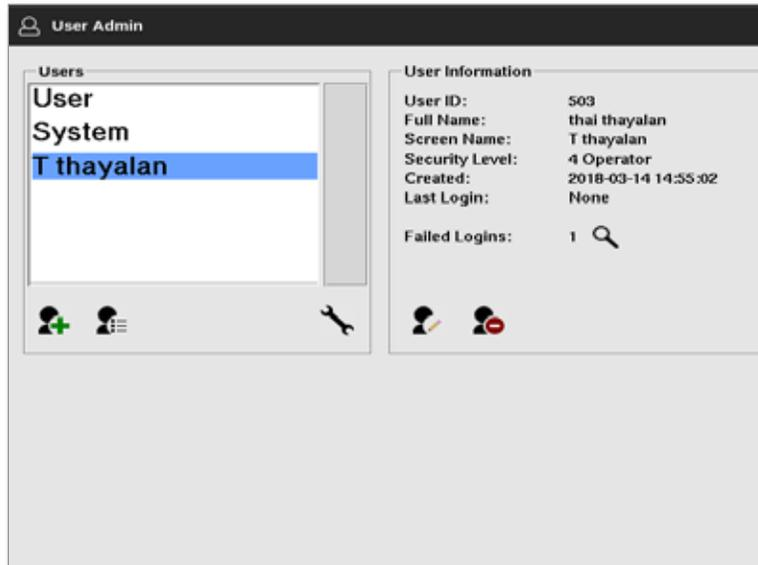

Figura 7-3 Schermata User Admin (Amministratore utente) - dettagli utente
Scegliere il nome utente. Vedere la Figura 7-3.
1. Scegliere l'utente desiderato. L'utente sarà evidenziato in blu. Vedere la Figura 7-3.